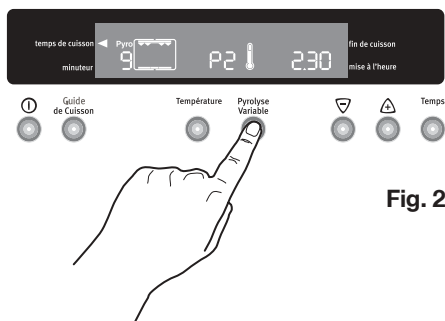

Fig. 21
5. Pour confirmer la position Pyrolyse que vous désirez, appuyez sur la touche "**Pyrolyse Variable**", l'indication "**Pyro**" devient fixe, l'éclairage du four s'éteint et le cycle de nettoyage démarre (Fig. 21).